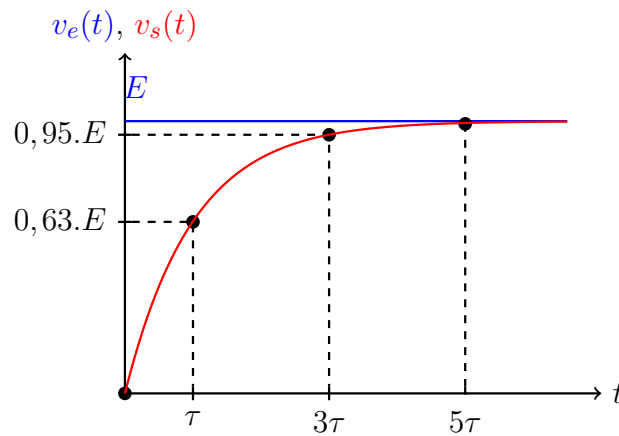

FIGURE 2 – Allure de la tension aux bornes du condensateur
3. L'allure de la tension aux bornes du condensateur est représentée à la FIGURE 2.